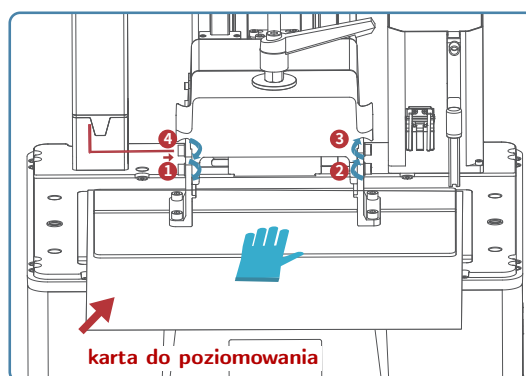

Rysunek 6
1. Dokręć pokrętło mocujące 5, a następnie poluzuj cztery śruby mocujące 1 3 4 2 płyty roboczej, aż płyta będzie mogła się swobodnie poruszać (zob. rys. 6).